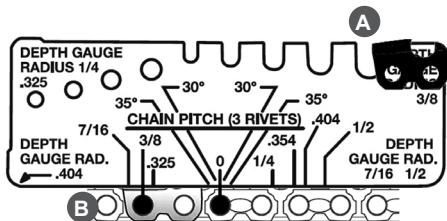

Рис. 24 Использование шаблона
- глубины резания («DEPTH GAUGE RADIUS») (Рис. 24 п. А). С помощью данного шаблона можно проверить форму ограничителя глубины резания для пильных цепей с шагом 0.325", 3/8", 0.404", 7/16" и 1/2".
6. Определение шага пильной цепи («CHAIN PITCH (3 RIVETS)») (Рис. 24 п. В). Для примера на Рис. 24 показана пильная цепь с шагом 3/8".